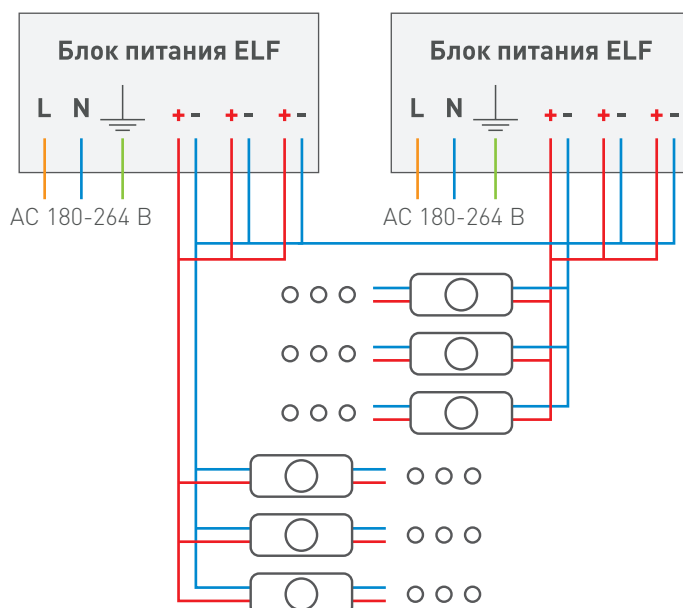

Рис. 8
**⚠ ВАЖНО:** При использовании нескольких блоков питания в одной рекламной конструкции, объединение блоков питания по минусовому проводу терминала «Выход» (Output), как показано на Рис. 8, является обязательным!